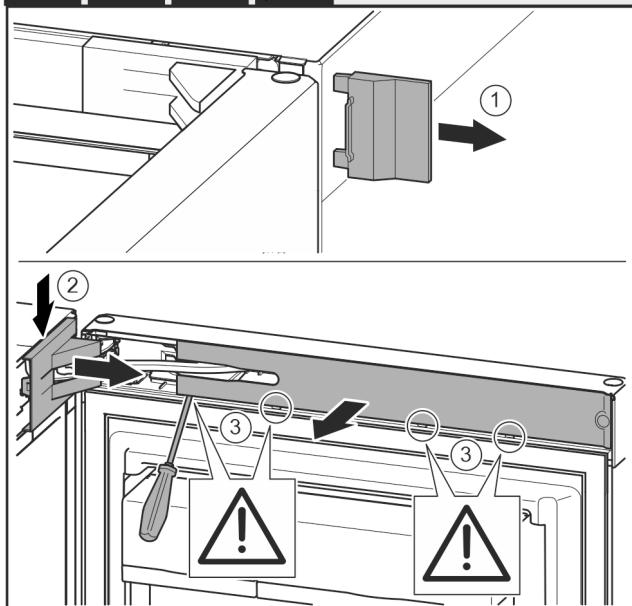

Fig. 7
- Skinite vanjski pokrov. Fig. 7 (1)
- Otkopčajte i otpustite pokrov podloška ležaja. Skinite pokrov podloška ležaja. Fig. 7 (2)
- Ravnim odvijačem otkopčajte masku i zakrenite je u stranu. Fig. 7 (3)